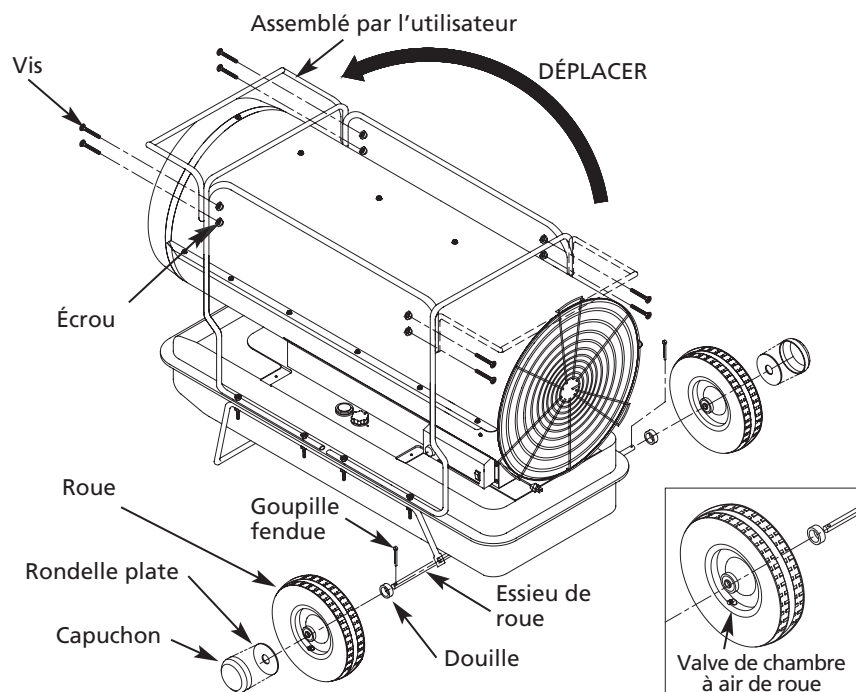

Figure 5 – Ensemble roues et poignée
Remarque : Pendant l'installation des roues, la valve de la chambre à air doit faire face vers l'extérieur du cadre de support (Figure 5).
5. Déplacer l'avant de la poignée déposée vers la poignée du côté avant, comme l'indique la Figure 5, et serrer les quatre vis après avoir apparié la poignée avec l'avant de la poignée.